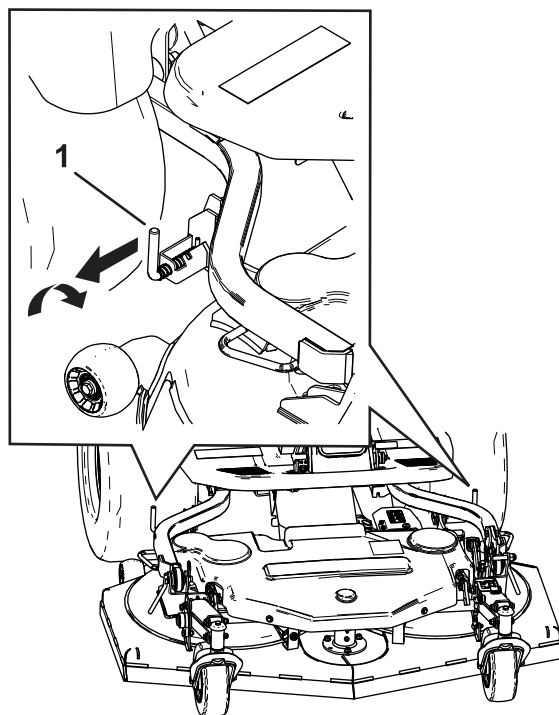

Bild 87
11. Stellen Sie sicher, dass die hinteren Verriegelungsstifte eingerastet sind (Bild 87).
3. Ziehen Sie an den hinteren Steckstiften und drehen Sie sie an beiden Seiten der Schneideinheit, bevor Sie die Schneideinheit absenken (**Bild 87**).